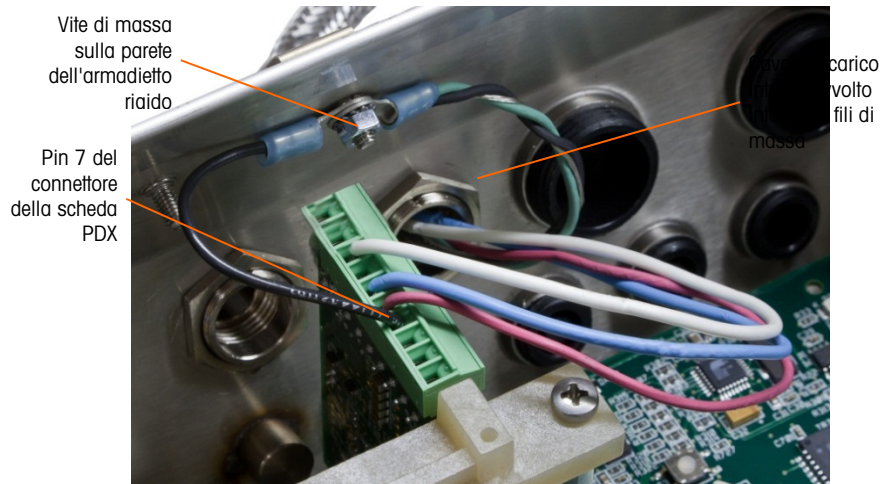

Figura 2-66: POWERCELL PDX - Cavo di connessione alla massa generale, rigido
15. Attorcigliare quindi insieme il filo di scarico interno del cavo di connessione alla massa generale con i fili di massa nero e verde ed effettuare la connessione alla stessa vite di massa con un altro terminale ad anello come in Figura 2-66.